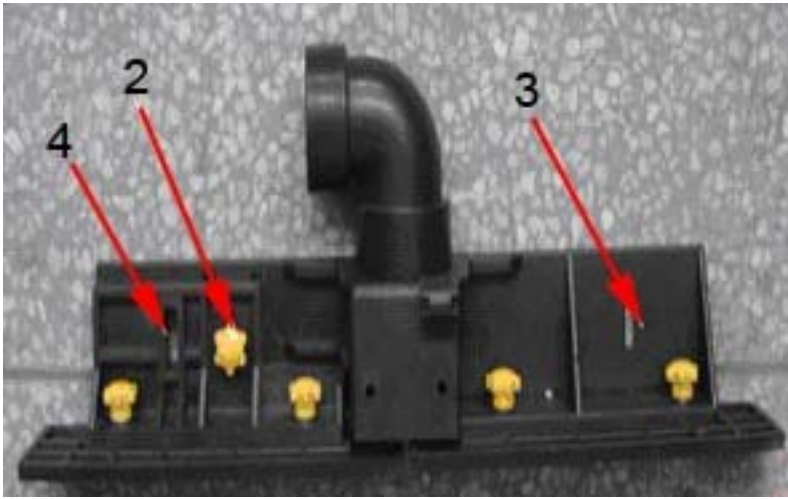
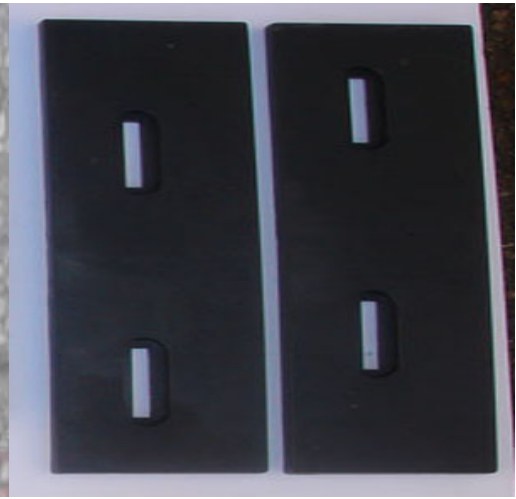

Figure 7
Figure 8
- 3) Positionnez les deux guides d'appui de 27 cm de long sur le guide principal à l'aide de 4 boulons à tête bombée collet carré de 20 mm et de 4 boutons moletés (Fig.8). Le repère 2 permet l'avance du guide d'appui de sortie et nécessite l'utilisation d'un boulon à tête bombée collet carré de 20 mm ainsi qu'un bouton moleté afin de pouvoir monter la partie carrée et la partie principale ensemble. La fixation de l'ensemble du guide se fait en utilisant un boulon à tête bombée collet carré de 40 mm et un bouton moleté pour le repère 4 ; puis un boulon à tête bombée collet carré de 20 mm et un bouton moleté pour le repère 3 (Fig.7).